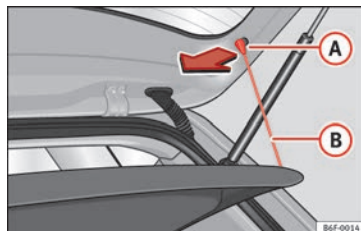

Fig. 165 En el maletero: desmontar y montar la bandeja.
- Desenganche los tirantes de sujeción »» fig. 165 (B) de los alojamientos (A).
- Enganche los tirantes de sujeción »» fig. 165 **B** en el portón trasero.